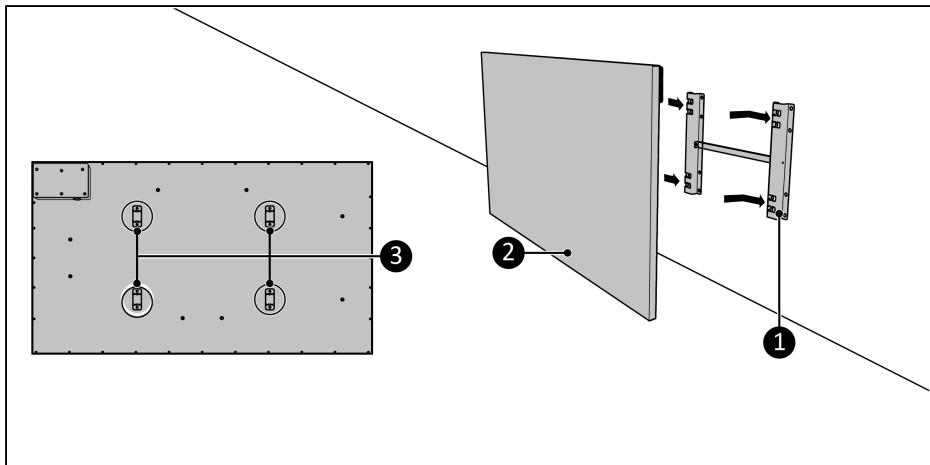

Abbildung 56.
5. Platzieren Sie die Gerätehalterungen (Abbildung 56, Pos. 3) über der Wandhalterung (Abbildung 56, Pos. 1).
6. Schieben Sie das Gerät (Abbildung 56, Pos. 2) in die Öffnungen der Wandhalterung (Abbildung 56, Pos. 1).